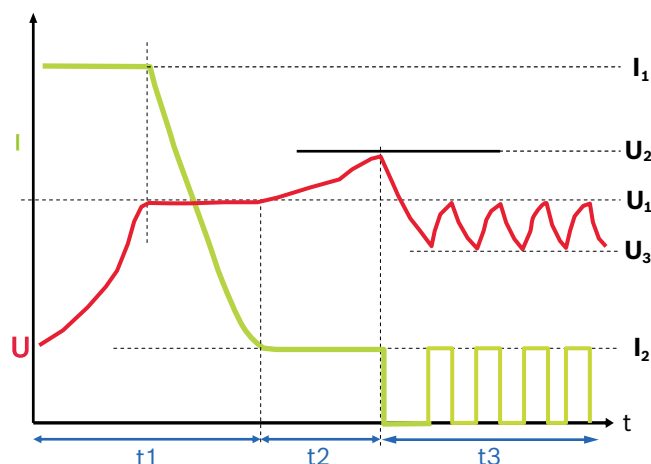

Fig. 4: Laddparameter
- Laddningens fortskridande (se laddningskurva fig. 4)